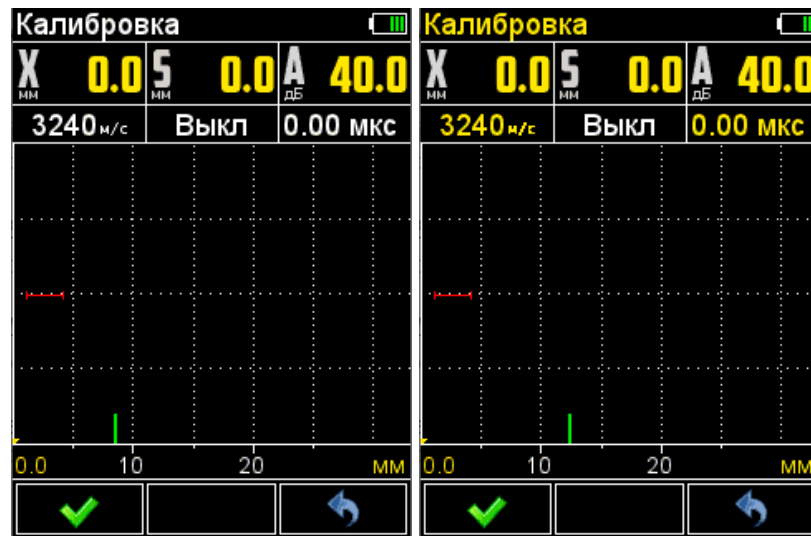

Рисунок 26
- прибор перейдет в режим калибровки. Заголовок окна, значение скорости ультразвуковых волн и задержки в призме мигают, меняя цвет с белого на желтый (рисунок 26);